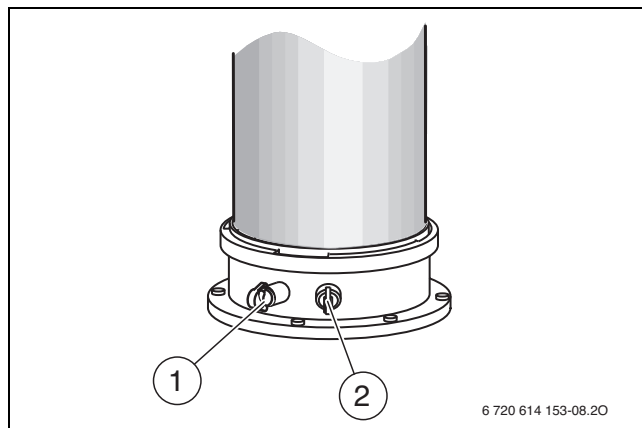

Fig. 50 Tubulure de mesure des fumées et de l'air de combustion
- ▶ Retirer le bouchon sur la tubulure de mesure de l'air de combustion (→ fig. 50,[2]).